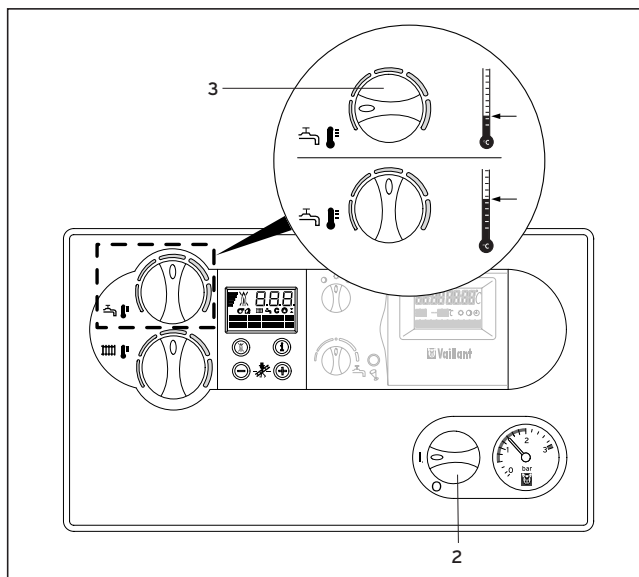

Fig. 3.5: Produzione acqua calda con apparecchi VM
3.3.1 Produzione acqua calda sanitaria con apparecchi VM (Fig. 3.5)